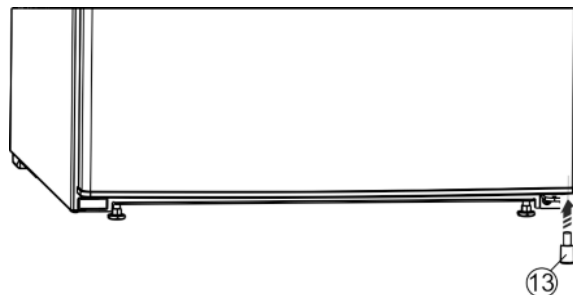

Fig. 11
- ▶ Inserire nuovamente il distanziatore Fig. 11 (13) nella porta, a destra in basso, poiché è importante per la stabilità dell'apparecchio.